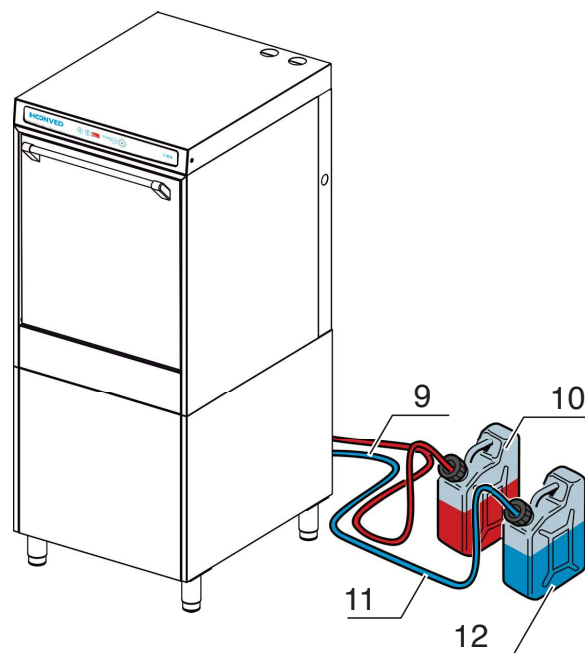

Fig. 7
3.3 DOSAGGIO LIQUIDO BRILLANTANTE CON POMPA IDRAULICA (Fig. 7)
3.4 DOSAGGIO LIQUIDO DETERGENTE (Fig. 7) (solo per macchine con dosatore incorporato)